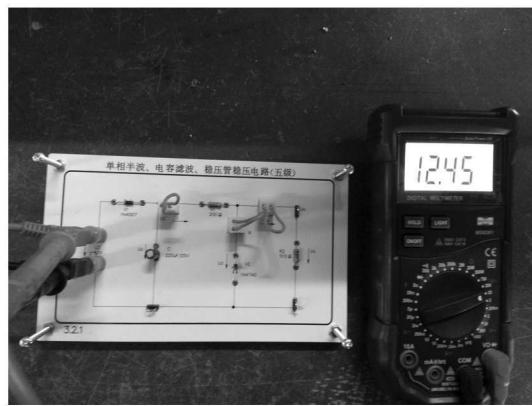

图 1-1-12 用万用表测量输入电压
- (1) 检查确认元件及背后连接线无错误。
- (2) 接通电源, 万用表置于合适的交流电压挡测量输入交流电压, 测量电压时万用表表杆与被测点并联, 如图 1-1-12 所示。